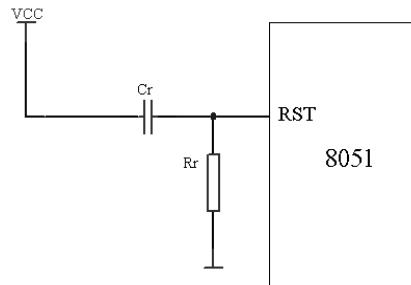

图 1-16 上电复位电路
- RST/VPD (9 脚): 正常工作状态下，该引脚为单片机复位信号输入端。当此引脚上出现两个机器周期的高电平时将使单片机复位。图 1-16 所示为一种最简单的上电复位电路。VCC 掉电期间，该引脚用于接备用电源 (VPD)，以保持内部 RAM 数据不丢失。